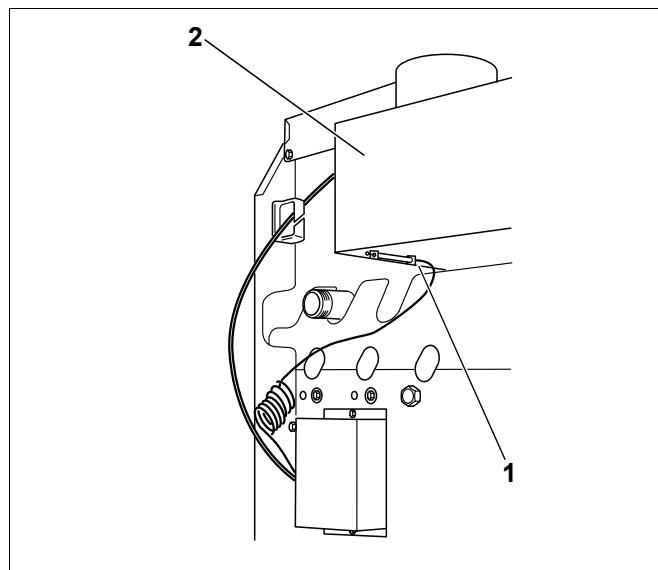

Рис. 34 Проверка системы контроля дымовых газов AW 50
- Снять датчик температуры дымовых газов (рис. 34, **поз. 1**) с прерывателя тяги (рис. 34, **поз. 2**).
- При работающей горелке удерживать наконечник датчика температуры (рис. 34, **поз. 1**) в середине потока дымовых газов.
- Установить датчик температуры дымовых газов (рис. 34, **поз. 1**) на место.